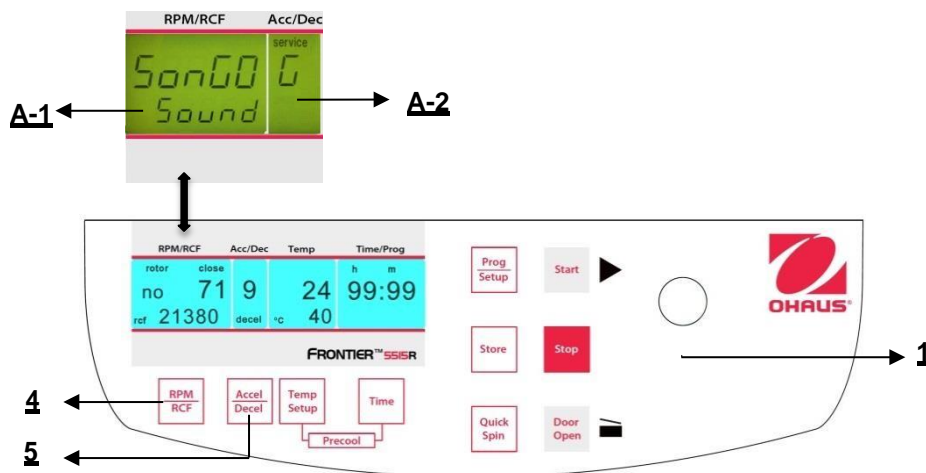

Figura 35
Procedere come descritto al punto 4.1.2 per inserire questa modalità programma e poi premere il tasto "**Accel/Decel**" (5). Sul display "**Acc/Dec**" (A-2) lampeggia la parola "**Service**". Selezionare adesso la lettera "**G**" con la manopola di regolazione (1). Di conseguenza, sul display "**RPM | RCF**" (A-1), appare la parola "**VSonGo/Sound**". Dopo aver premuto il tasto "**RPM | RCF**" (4), è possibile selezionare una suoneria con la manopola di regolazione(1). (Vedere figura 35)